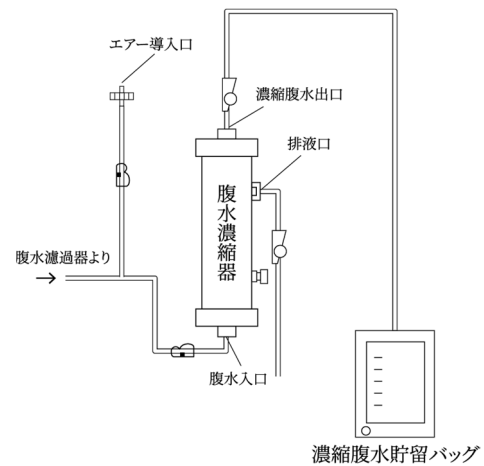

図 2 落差式の回路図 (例)
- ①腹水濾過器の添付文書に従い、腹水濾過を開始する。
- ②排液口に接続した回路のクランプを開け、本品の腹水入口側の流量と濃縮腹水出口側の流量の比率を、クランプ(図 2)の操作により調整し、落差によって腹水を濃縮する。